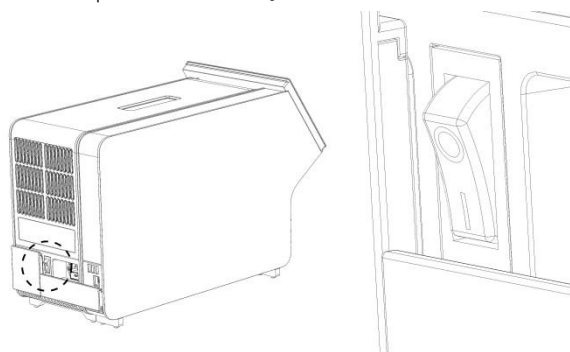

Figura 18. Localização do interruptor de alimentação e colocação na posição "I".
10. Ligue a alimentação do instrumento premindo o interruptor de alimentação na parte traseira do módulo analítico para a posição "I" (Figura 18). Confirme se os indicadores de estado do módulo analítico e do módulo operacional apresentam uma cor azul.